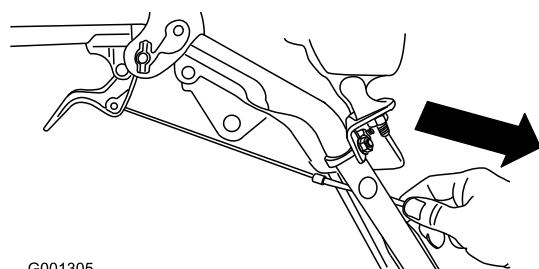

Figure 8
- Tirez doucement sur la gaine du câble jusqu'à ce que le levier de débrayage de roue soit abaissé et que le câble soit tendu. Serrez ensuite fermement l'écrou de serrage du câble (Figure 8).